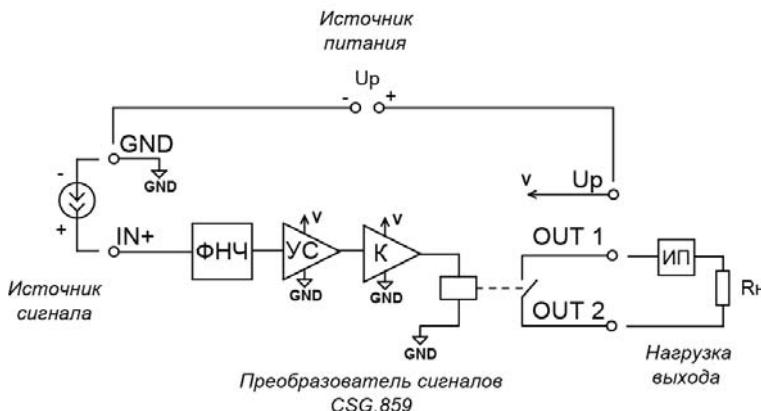
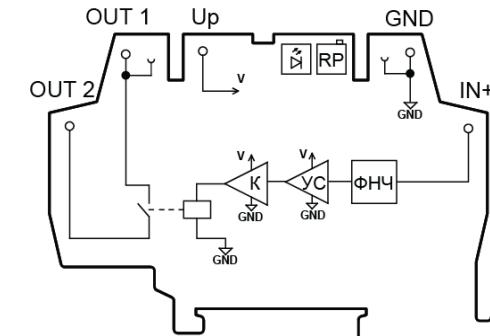
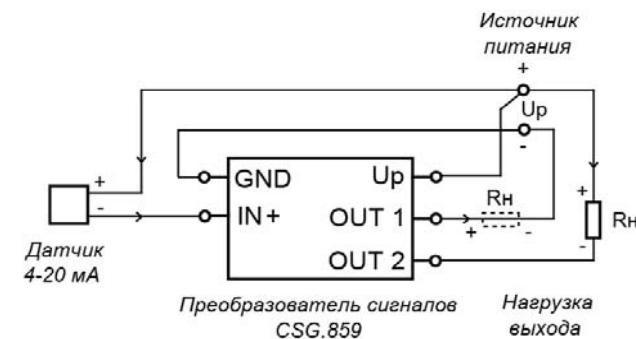

Рис. 5.1 Схема подключения преобразователя
Рис. 5.2 Схема расположения клемм в корпусе преобразователя
Рис. 5.3 Схема подключения преобразователя с двухпроводным датчиком 4...20 mA с одним источником питания
- 6.3 Подстроить порог срабатывания реле с помощью подстроечного резистора RP (см. рис. 5.2).
- 5.1 Функциональная схема и схема подключения преобразователя представлены на рис. 5.1. Схема расположения клемм в корпусе представлена на рис. 5.2. Схема подключения преобразователя с двухпроводным датчиком 4...20 МА с одним источником питания представлена на рис. 5.3.